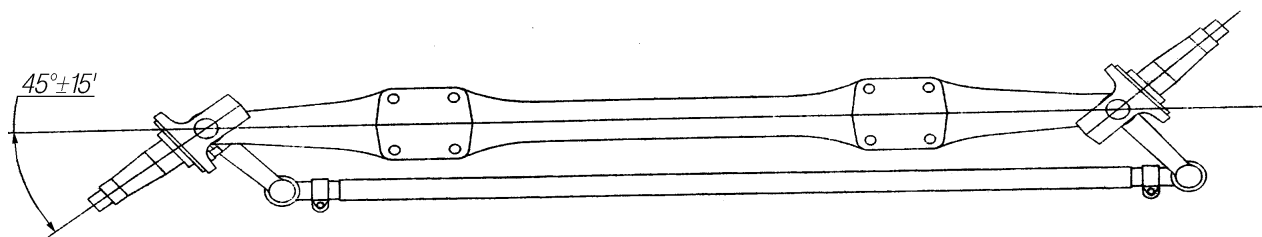

Рис. 31. Регулировка угла поворота цапфы
6. Осуществить регулировку поворотного кулака. При этом необходимо обеспечить максимальный угол поворота левого или правого поворотных кулаков  $45^\circ \pm 15'$  на плоскости, при повороте переднего колеса налево или направо (рис. 31).